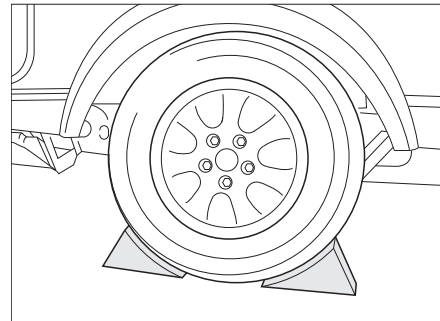

Bild 175 Fahrzeug sichern
- Bremsklötze oder ähnliche geeignete Gegenstände am gegenüberliegenden Rad unterlegen, um das Fahrzeug zu sichern (Bild 175).